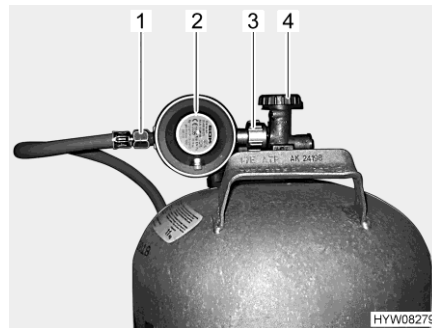

Fig. 86 Raccord bouteille de gaz
- Fermer le robinet principal (Fig. 86,4) de la bouteille de gaz. Observer le sens de la flèche.
- Maintenir le régulateur de pression du gaz (Fig. 86,2) et ouvrir la vis moletée (Fig. 86,3) (en général filetage à gauche).
- Retirer le régulateur de pression du gaz avec la lyre (Fig. 86,1) de la bouteille de gaz.
- Placer le régulateur de pression du gaz (Fig. 86,2) avec la lyre (Fig. 86,1) sur la bouteille de gaz et serrer la vis moletée (Fig. 86,3) (en général filetage à gauche). **Ne pas** serrer trop fort.